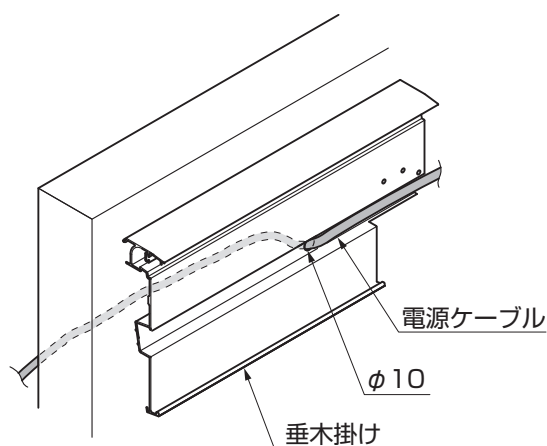

図3-3 LED照明 **オプション** を取付ける場合
- LED照明 **オプション** を取付ける場合は、「5 本体の施工 2.配線工事 **オプション** (1) 上部から配線する場合」を参照して電源ケーブルを通す位置の垂木掛けに $\phi 10$ の穴をあけ、躯体内に配線してください。(図3-3参照)